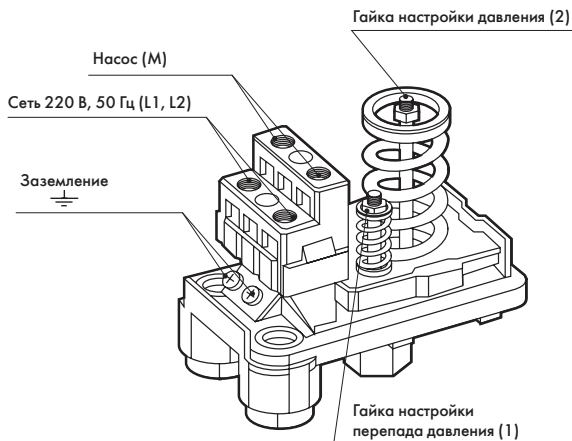

Рисунок 3
- отвинтив крепежный пластмассовый винт (рисунок 3), снять крышку реле.
Регулировка верхнего и нижнего предела давления РДМ-5 осуществляется гайкой (2), фиксирующей положение пружины (рисунок 3). Чтобы увеличить значение верхнего и нижнего предела давления, необходимо закручивать гайку по часовой стрелке.
**ВНИМАНИЕ!** При вращении гайки (2) значения верхнего и нижнего пределов будут изменяться на одинаковую величину.
Гайка (1) предназначена для регулировки перепада давления путем изменения нижнего предела (рисунок 3). Чтобы увеличить перепад давления, необходимо отвернуть гайку против часовой стрелки, тем самым ослабив пружину. Чтобы уменьшить перепад давления, необходимо закручивать гайку по часовой стрелке.